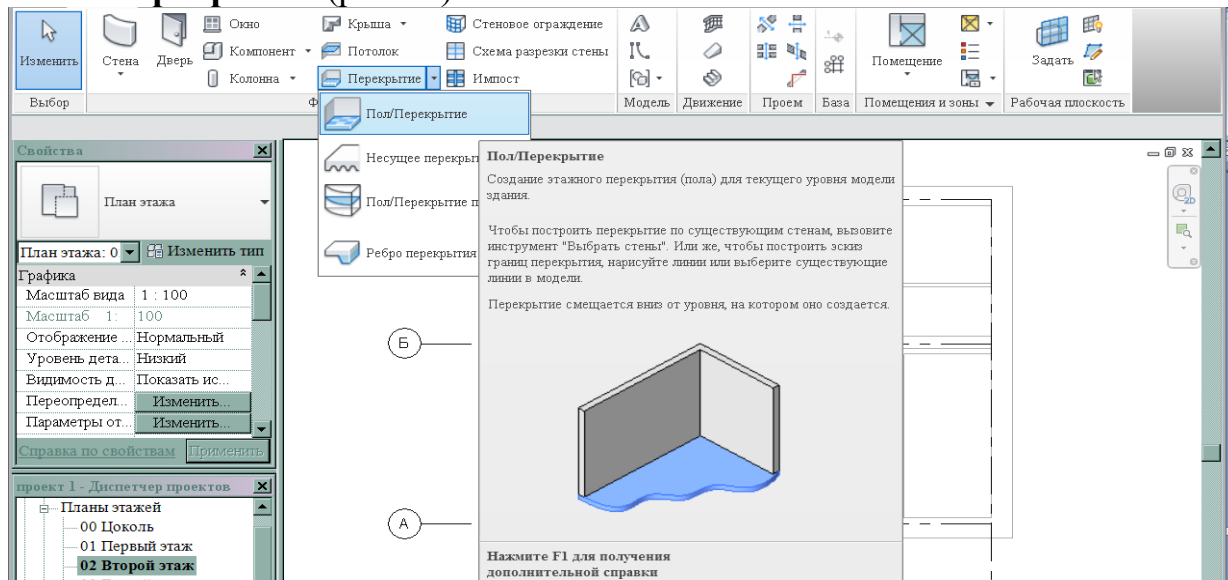

Рис.41
2. Выбрать в меню Главная → Формирование → Перекрытие → Пол / Перекрытие (рис.41).